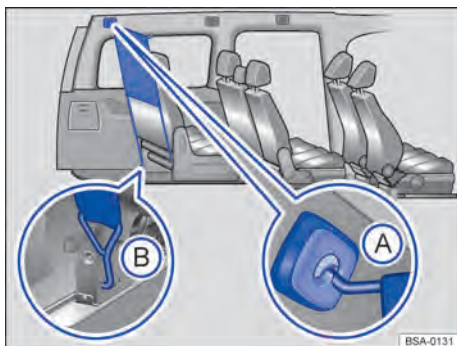

Fig. 153 Filet de séparation mis en place derrière la troisième rangée de sièges
- Accrochez le filet de séparation dans le logement *arrière gauche* intégré au pavillon → fig. 153 (A). Faites passer la barre transversale au-dessus de la position supérieure pour l'amener en position inférieure.
- Accrochez le filet de séparation dans la fixation de siège → fig. 153 (B).